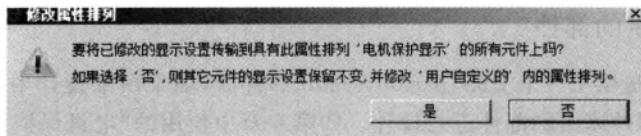

图 6-41 “修改属性排列”提问对话框
③ 此时系统提出了问题：已经使用的“电机保护显示”的设备如何更改呢？如图 6-41 所示。